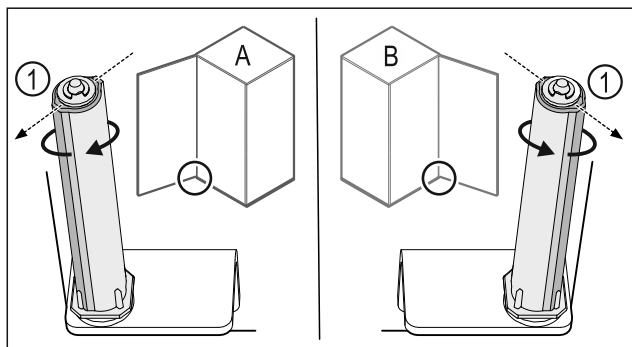

Fig. 49 Kreisais atbalsts (A) / labais atbalsts (B)
- Griežiet slēgšanas sistēmu pret pretestību, līdz slēgšanas sistēmas balstiņš Fig. 49 (1) ir vērsts uz augšu.